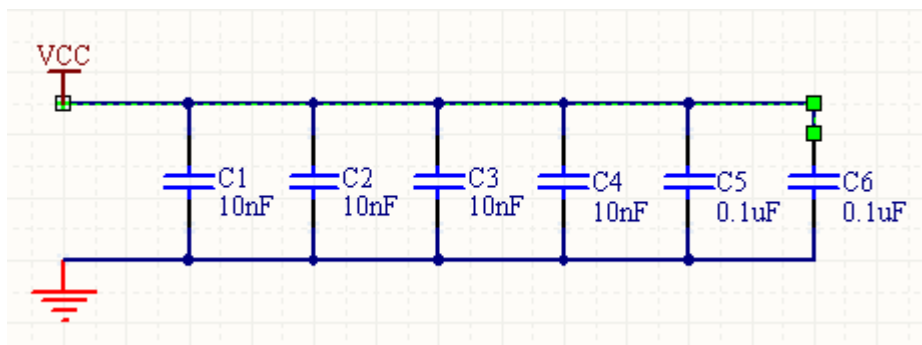

图 3.30 选中电路上方的水平导线
- (1) 单击电路最上方的水平导线, 将其选中, 如图 3.30 所示。